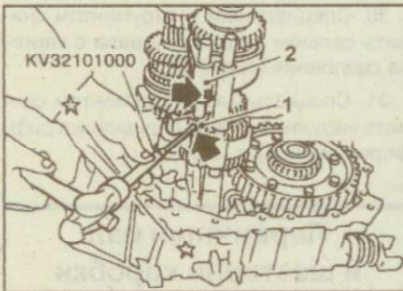

Рис. 9.48. Снятие кронштейна (1) вилки (2) переключения 5-й передачи и передачи заднего
13. Снимите кронштейн выключателя лампы света заднего хода и кронштейн вилки переключения 5-й передачи и передачи заднего хода (рис. 9.48).